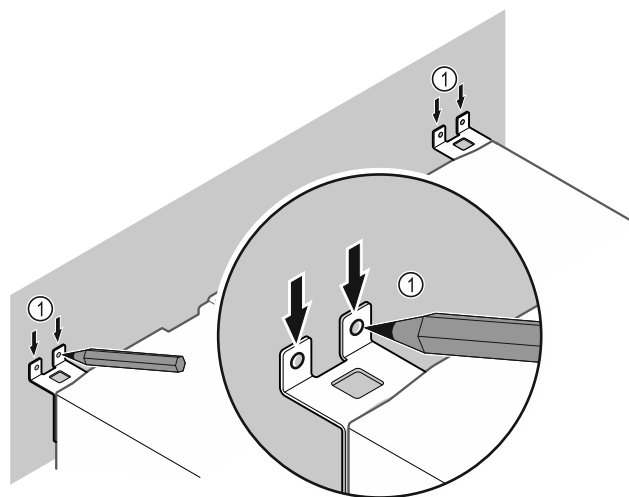

Fig. 9
- Udělejte na stěnu značky Fig. 9 (1).